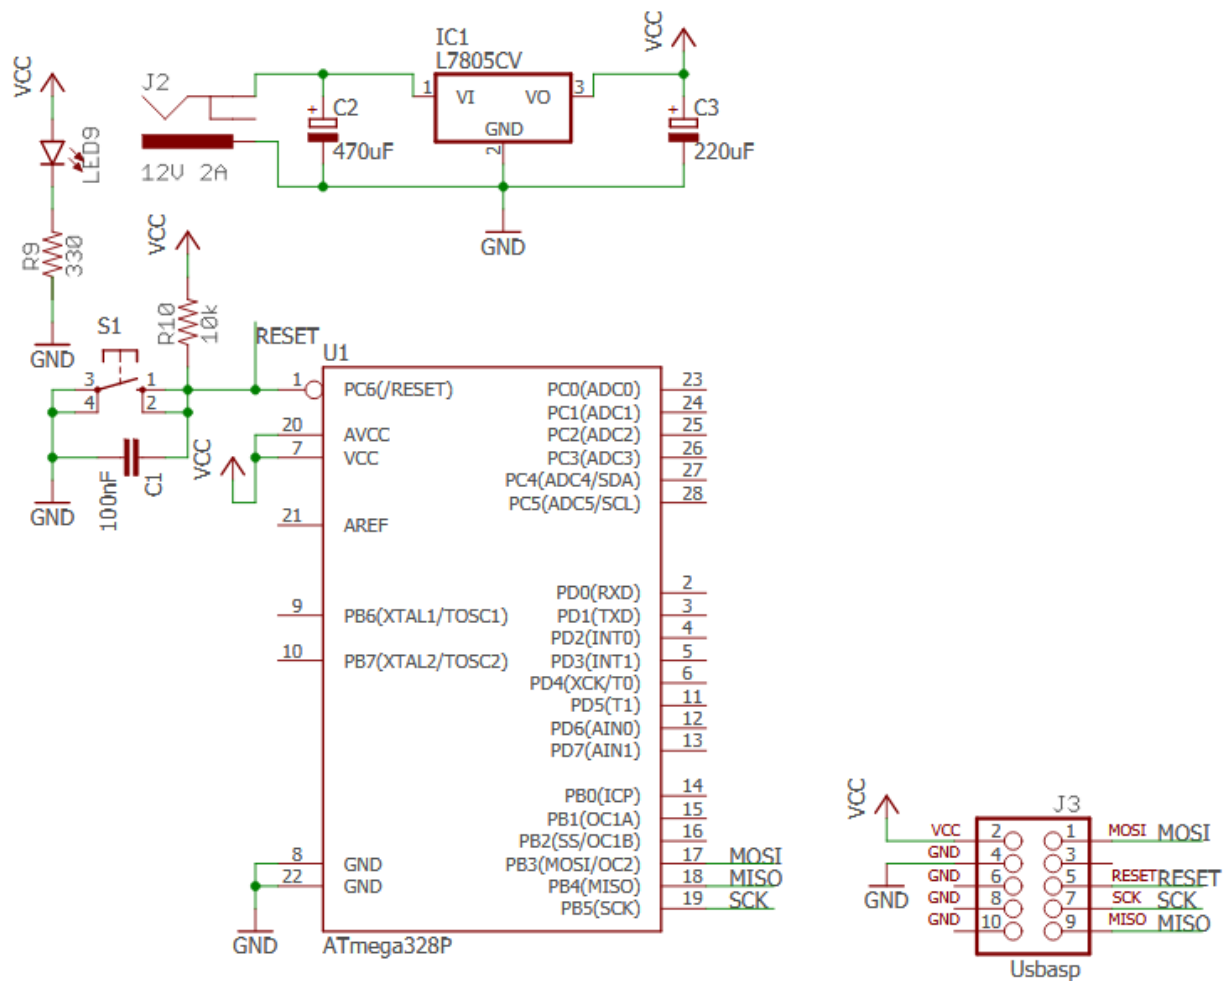

Figura 2.1: Conexión del circuito base .
- Conecte el circuito base de acuerdo a la Figura 2.1: